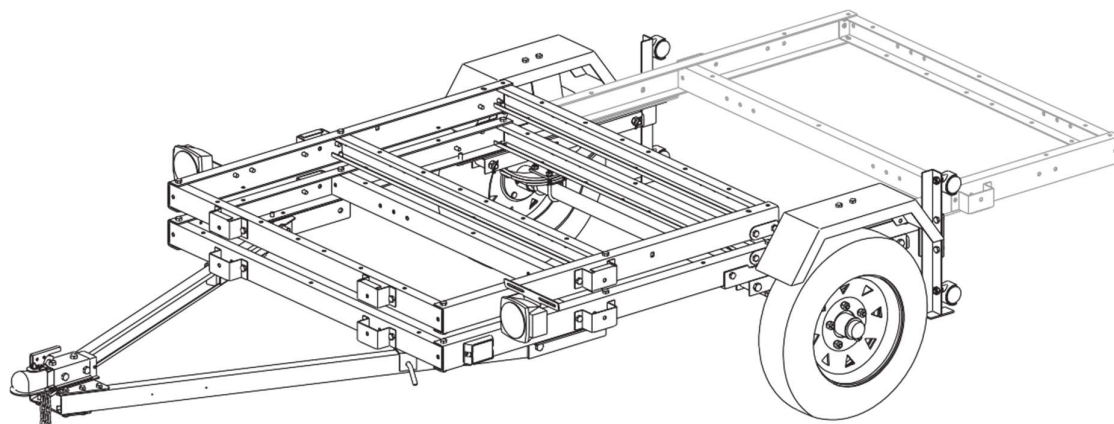

Figure 8: Lit pliant
2. Avec l'aide d'un ou deux assistants, pliez la section arrière de la remorque sur la section avant de la remorque. Voir la figure 8 .